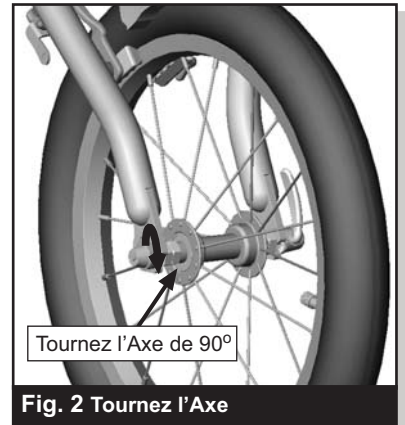

Fig. 2 Tournez l'Axe
- a. Desserrez le système de dégagement rapide de la roue avant, étape 6 dans le Manuel de l'Utilisateur. Tournez l'axe de 90 degrés dans la patte, voir fig. 2, et resserrez le système de dégagement rapide.